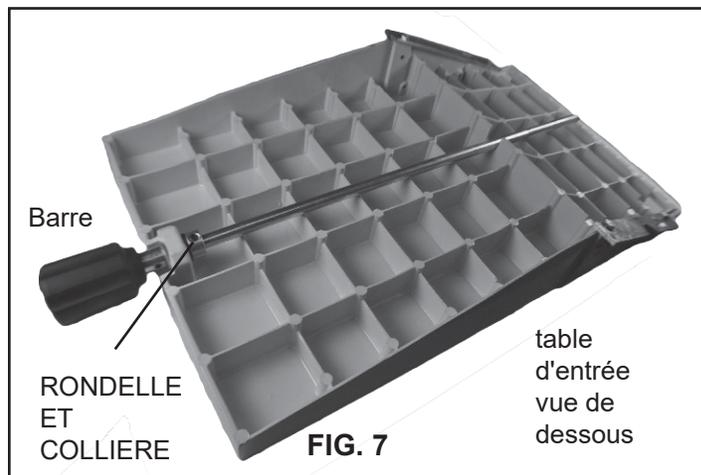

FIG. 8
4. Tenez la table d'alimentation jusqu'à la machine tout en enfilant la profondeur de la barre de commande de coupe dans l'arbre d'espacement (#137). FIG. 8.